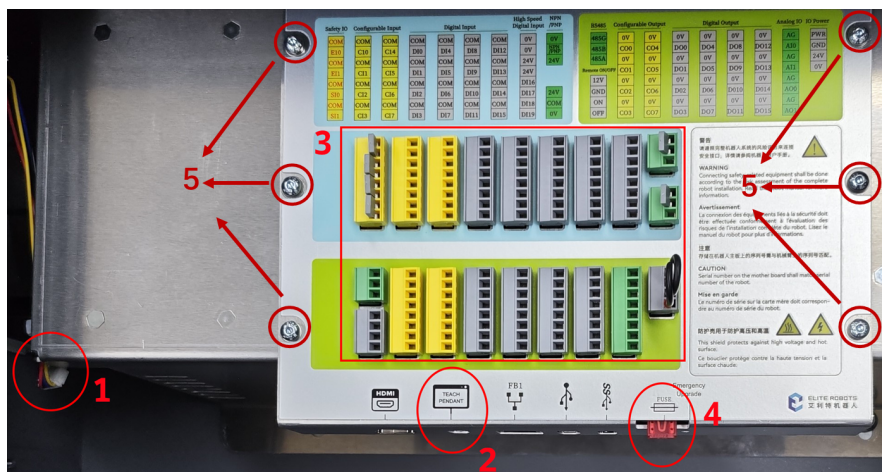

图 3-24: 拆除或断开位置
11. 接上风扇的连接线，插上示教器线缆，插上保险丝和 I/O 插头，如图 3-24 所示；